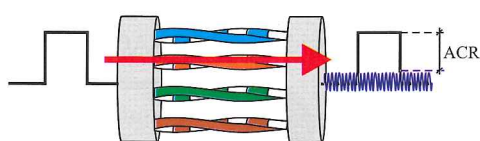

Figura 6.55. ACR.
- **ACR (Attenuation to Crosstalk Ratio)**. Evalúa la relación entre la señal de entrada y la señal inducida por la diafonía. Este parámetro se parece a una medida de la relación señal/ruido, pero en este caso el ruido es el producido por la señal inducida por diafonía, tal y como se muestra en la Figura 6.55.